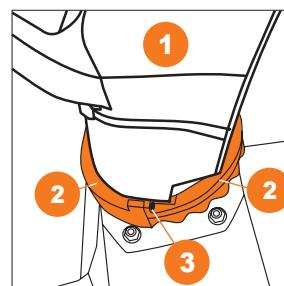

Рис. 12
- Установите желоб выброса 1 на отверстие выброса снега на корпусе снегоуборщика. Зафиксируйте трубу двумя зажимами 2 защелкнув их и закрепив шурупами 3 (Рис. 12).